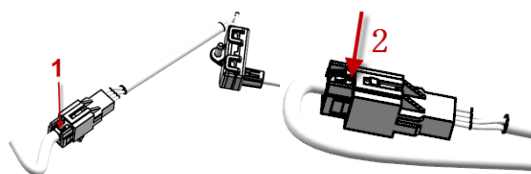

图8-1-10氛围灯接插件拆卸示意图
c. 拆卸氛围灯接插件：如图8-1-10，用力沿箭头1方向压住卡脚，再拔出线束插头；之后在另一侧沿箭头2方向压住卡脚，再拔出线束插头。